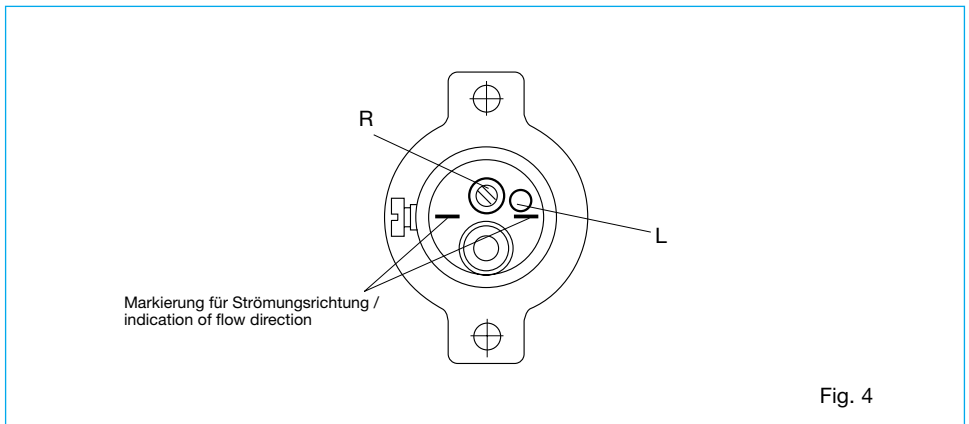

Fig. 4
- Die beiden Messfühler (S) müssen neben einander im Strömungsmedium liegen. Dies ist der Fall, wenn die Markierung auf der Gehäuserückseite mit der Strömungsrichtung übereinstimmt (siehe Fig. 4).
- The two sensors (S) on the monitoring head must be aligned side by side directly across the direction of flow. The sensors are correctly positioned when the marking on the rear side of the housing corresponds with the direction of flow (see fig. 4).